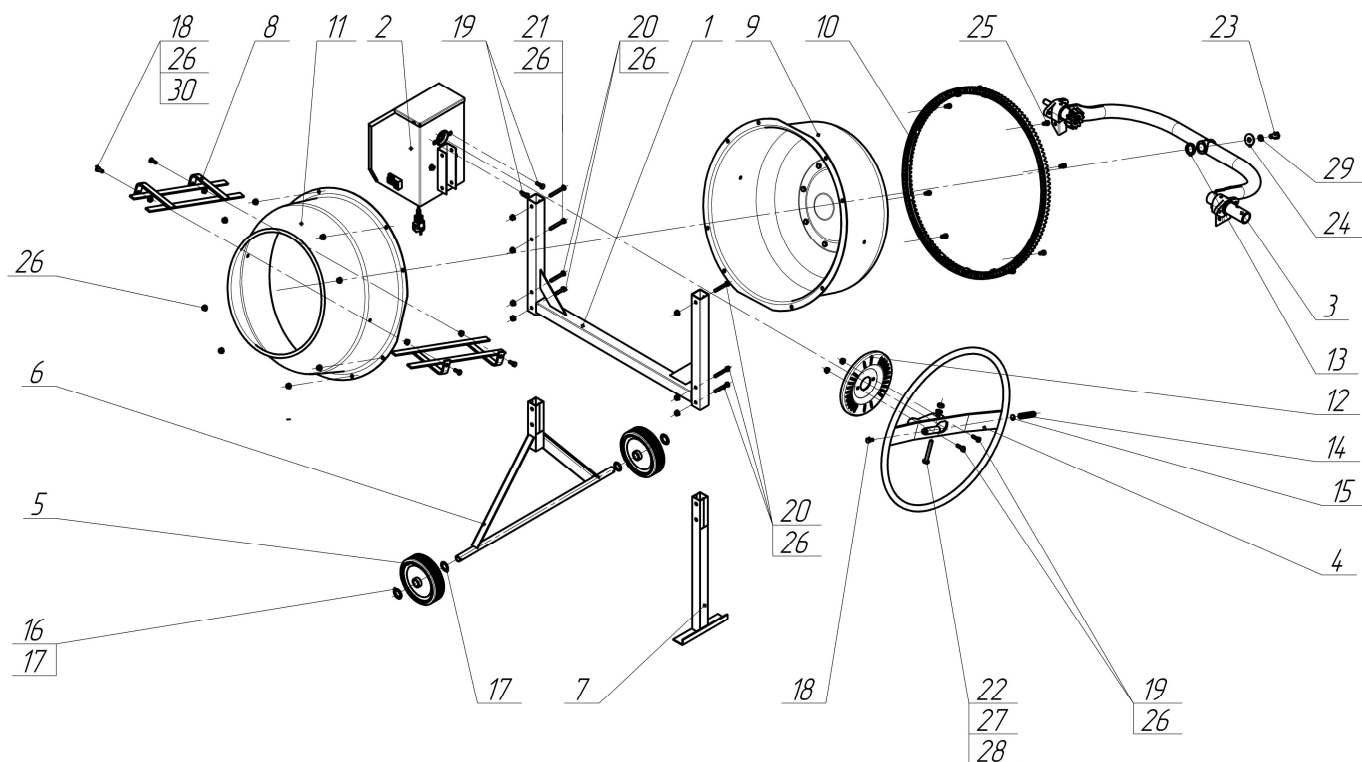

Рис.2
Основные составные части бетоносмесителя показаны на рис.2 – 5.
4.2. Выставить ёмкость бетоносмесителя на выбранный угол диска фиксатора (12) (см. рис.2). Для этого, преодолевая усилие пружины 14, оттяните поворотное колесо 4 на себя и поверните ёмкость на необходимый угол.